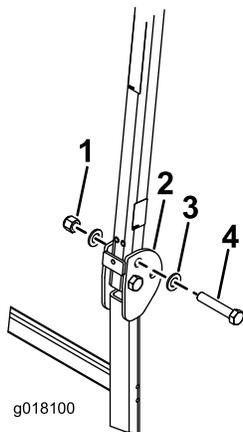

Figura 8
2. Inserite una rondella (13/16" x 1 1/2") su ciascun bullone (3/4" x 4"), come illustrato nella Figura 8.
3. Nei fori da cui sono state estratte le spine, installate bulloni e rondelle (Figura 8).
4. Montate un'altra rondella su ciascun bullone e fissate con i dadi (3/4"), come illustrato nella Figura 8. Serrate i dadi a 323–396 N·m.
5. Serrate il bullone orientabile del ROPS (Figura 8) a 91–113 N·m per evitare il rimbalzamento del roll bar e del parasole.